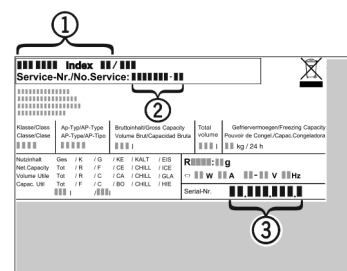

Fig. 10
- ▶ A készülék megnevezését Fig. 10 (1), a szerviz- Fig. 10 (2) és a sorozatszámot Fig. 10 (3) a típustábláról olvassa le. A típustábla a készülék belsejében baloldalon található.
- ▶ Érteltesse a vevőszolgálatot a hibáról, és adja meg nekik a készülék megnevezését Fig. 10 (1), a szerviz- Fig. 10 (2) és a sorozatszámot Fig. 10 (3).